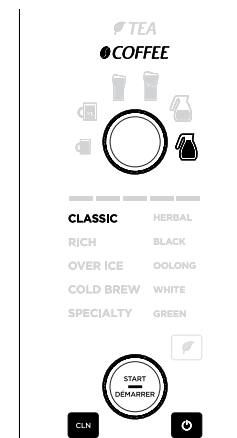

Fig. 9
- 4 Una vez que todas las partes estén seguras en su lugar y la unidad esté encendida, elija el tamaño de jarra llena y la configuración de preparación clásica, luego presione el selector START/DÉMARRER (inicio) (Fig. 9).